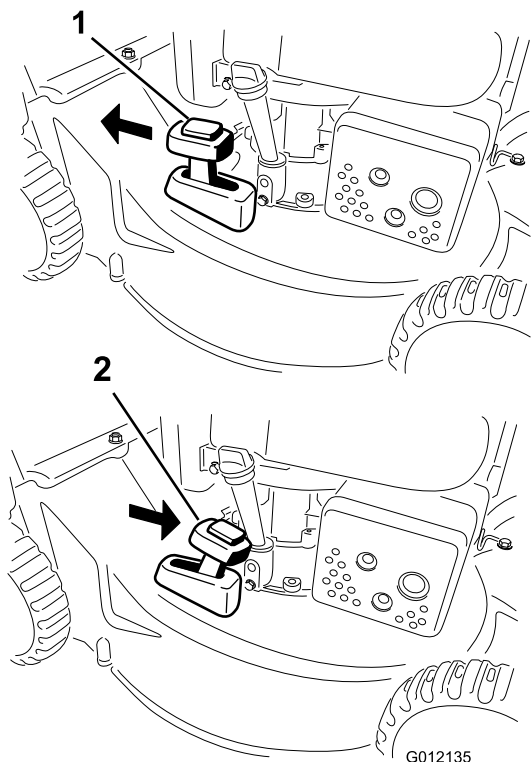

Figure 18
Pour recycler l'herbe coupée, placez le levier de ramassage sur demande en position RECYCLAGE (Figure 18).
2. Montez le bac à herbe ; voir Montage du bac à herbe \(page 11\) et amenez le levier de ramassage sur demande en position de RAMASSAGE, comme montré à la Figure 18.
Remarque: Si le bac à herbe est monté sur la machine, enlevez-le avant de procéder à l'éjection arrière de l'herbe coupée ; voir Retrait du bac à herbe \(page 12\). Le levier de ramassage sur demande doit être en position RAMASSAGE comme montré à la Figure 18.